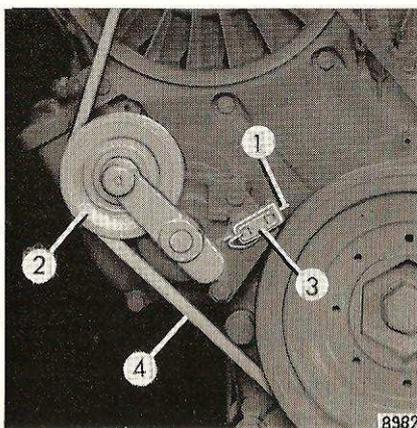

Fig. 29
**toutes les 120 heures de service** (à chaque changement d'huile), en tirant sur la pointe 1 (fig 29). Le commutateur 3 relié au tendeur 2 actionne alors un signal optique ou acoustique. Si la courroie se casse, le signal sera déclenché.